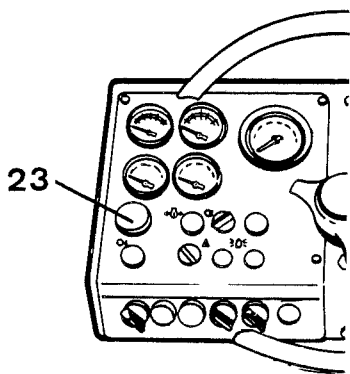

Fig. 6 Tableau de bord
EN CAS D'URGENCE - PRESSER SUR LE BOUTON D'ARRÊT D'URGENCE (23), FIG. 6.